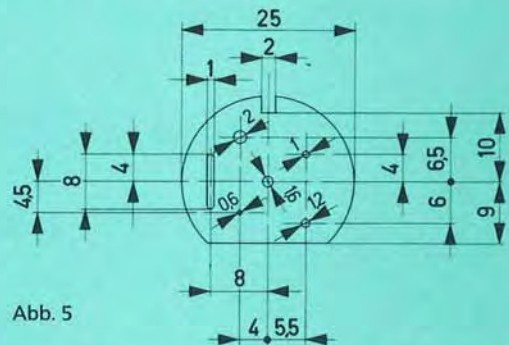

Abb. 5
Prfung von Bohrungsabstnden einer Platine zusammengesetzt aus ① ④ Abb. 5; 6